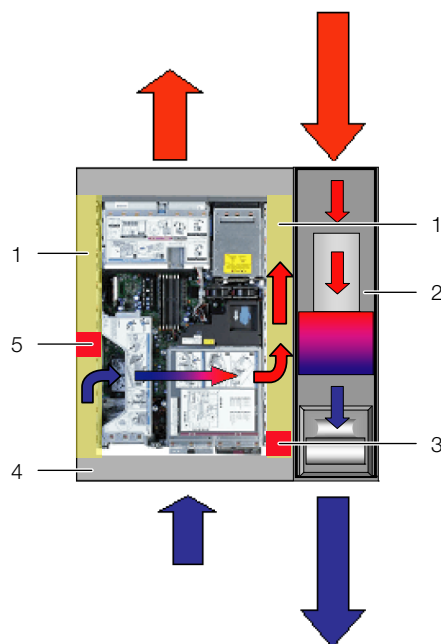

Рис. 14: Расположение поролоновых прокладок у устройств с боковой вентиляцией (вид сверху)
■ Если в серверном шкафу установлено несколько устройств с боковой вентиляцией, создайте соответствующее количество выемок в поролоновой полоске, чтобы на уровне каждого устройства с левой и правой стороны серверной стойки имелись выемки в поролоновой полоске. Обратите внимание на то, чтобы со стороны теплого воздуха не было никаких выемок (рис. 14, поз. 3).
■ Закрепите эти отрезки со смещением назад относительно стороны холодного воздуха устройств (рис. 14, поз. 5). Необходимо установить полоски таким образом, чтобы все вентиляторы устройств могли всасывать холодный воздух и ни один из них не был заблокирован.
Поролоновые полоски могут быть установлены между передней и задней опорой серверной стойки по всей глубине устройств с боковой вентиляцией (рис. 14, поз. 1).